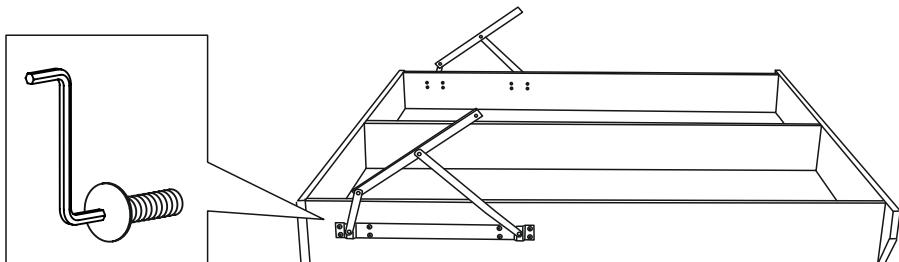

Рис. 2.
1. Установить кронштейны без газовых пружин на продольные царги, закрепив их на гайки со сферической головкой и винты M6x15. Обратить внимание, что гайка должна располагаться внутри ниши (рис. 2).